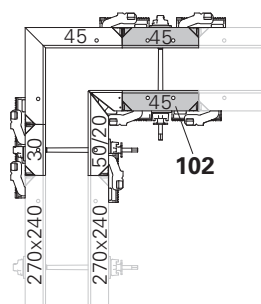

Fig. B1.08
MX 18, 270 x 45 (102). (Fig. B1.08)